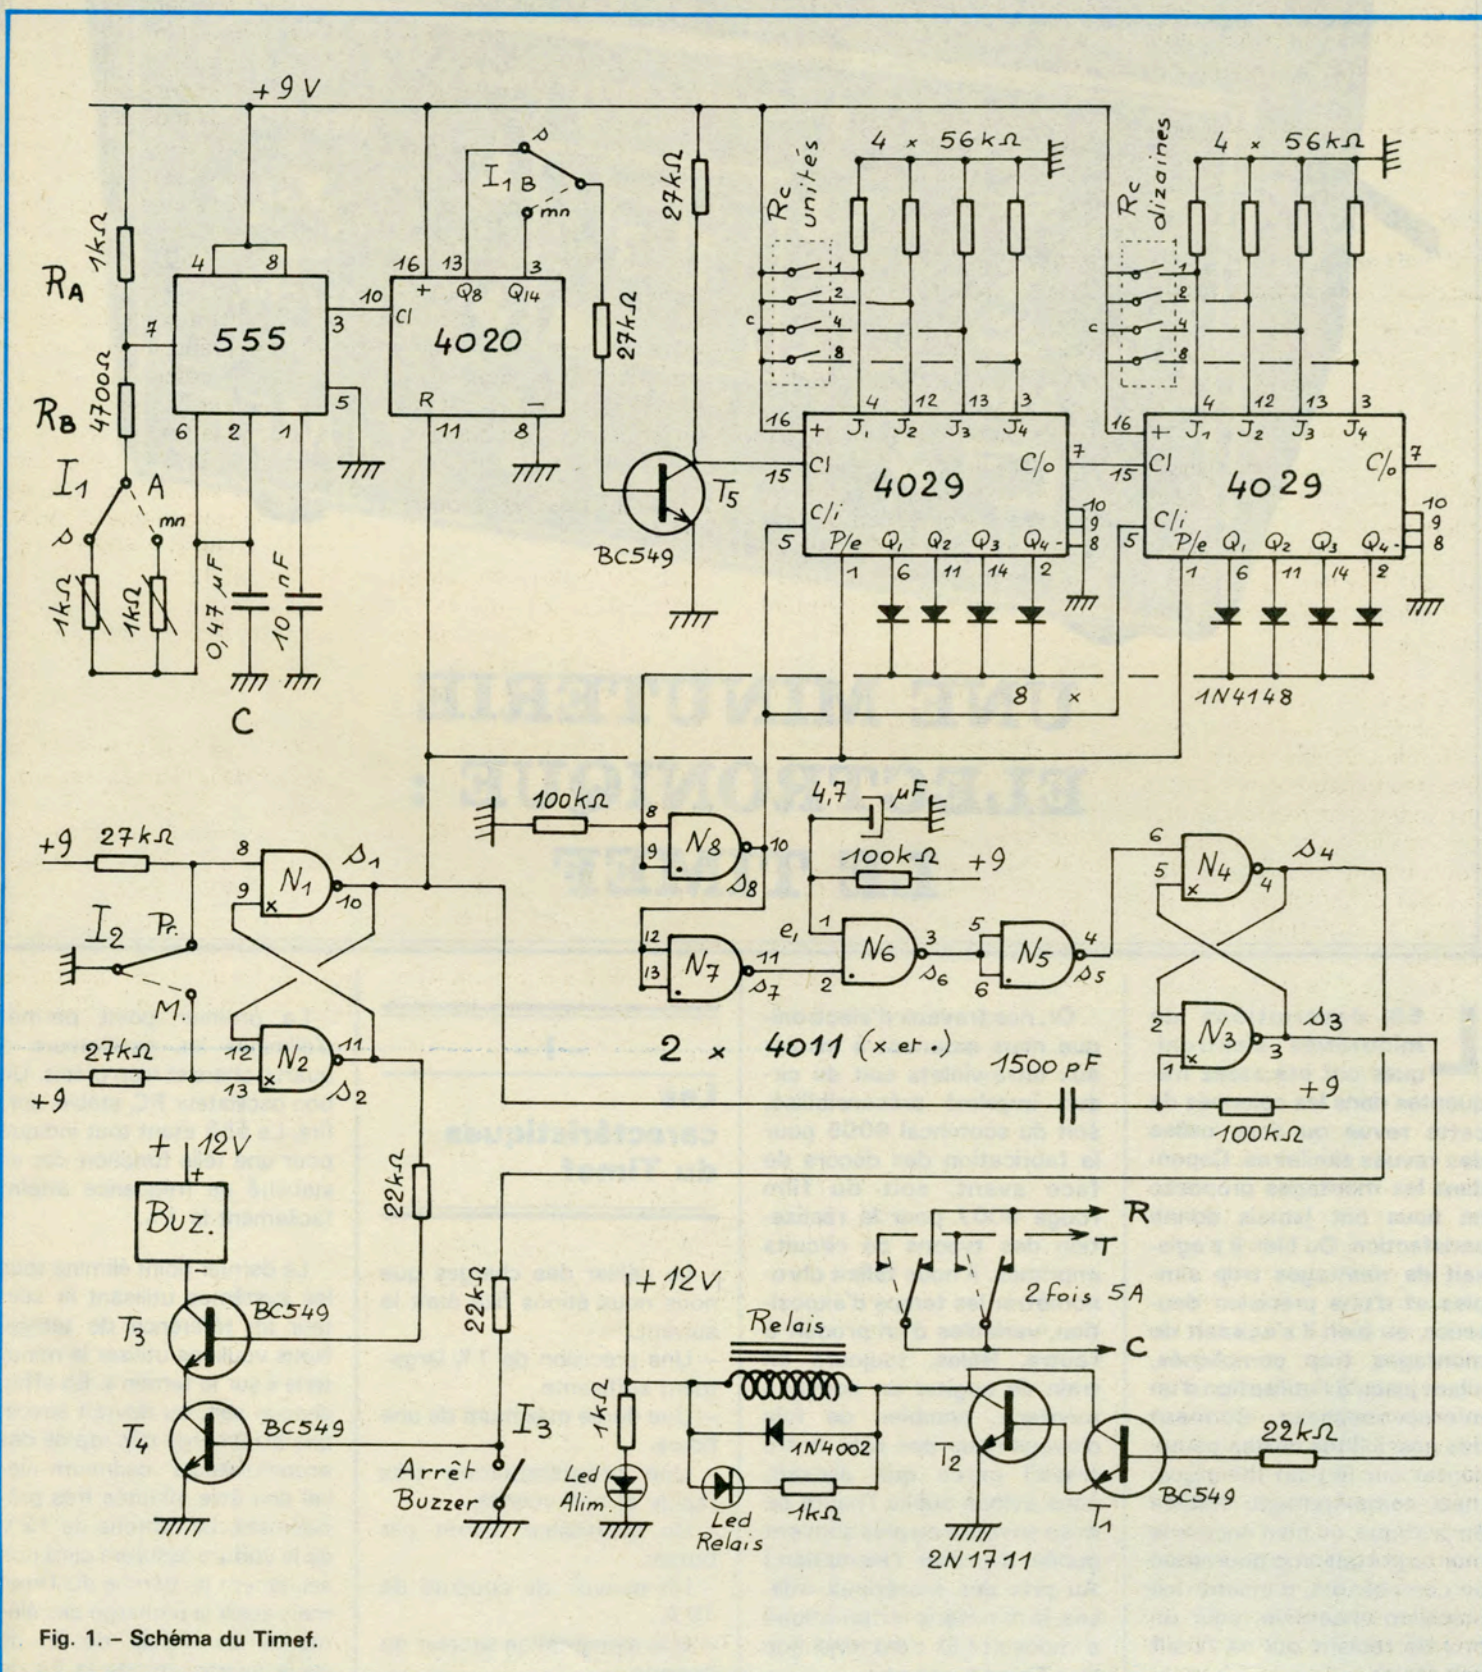

Fig. 1. - Schéma du Timef.
Voir la figure 1.
Voyons maintenant le schéma de la figure 1.
a) Par le secteur : un petit transfo T_A, 220 V/2 fois 9 V donne une tension continue supérieure à 12 V, après redressement en double alternance par les deux 1 N 4002 et filtrage par le 1000 μ F. Le + 12 V alimente directement le relais et le buzzer. On notera dans la figure 1, la présence d'une diode Led indiquant que la minuterie est sous tension et celle d'une seconde Led qui indique que le relais est en position travail. Tous les circuits logiques sont alimentés en +9 V, après limitation et stabilisation par une simple zener. Un condensateur de 220 μ F contribue au bon découplage des CMOS, en association avec un 0,1 μ F céramique